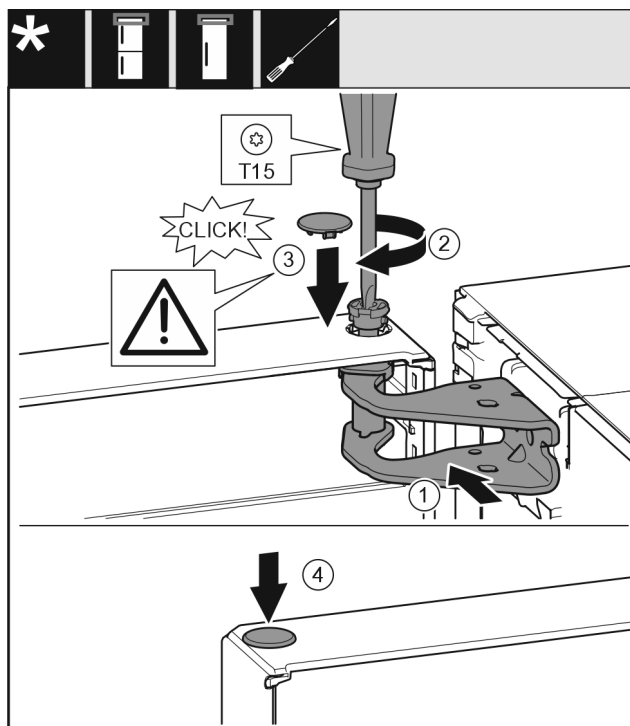

Fig. 21
- ▶ Dveře nahoře vyrovnejte s otvorem ve stojanu ložiska Fig. 21 (1).
- ▶ Vložte čep Fig. 21 (2) a pevně jej utáhněte šroubovákem.
- ▶ Nasad'te kryt Fig. 21 (3).
- ▶ Zkontrolujte, zda kryt Fig. 21 (3) doléhá na dveře.
- ▶ Nasad'te kryt Fig. 21 (4).